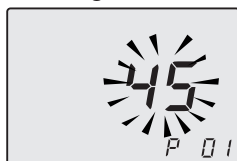
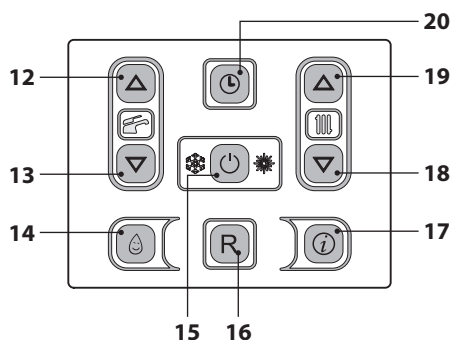

Figura 5.36
Figura 5.37
- Entrare in "modalità programmazione" premendo contemporaneamente per 10 secondi i tasti 15 - 18 - 19 (Figura 5.37) fino a far apparire sul display LCD le lettere **P01** e il valore del parametro, indicanti l'entrata nel "parametro 01" (Figura 5.36).